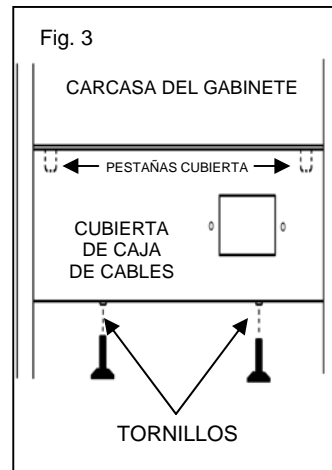

Fig. 3
6. Retire los dos tornillos en la parte inferior de la cubierta de la caja de cableado (Fig. 3). Retire la cubierta. Deje los tornillos y la cubierta a un lado.
6. Retirez les deux vis dans la partie inférieure du couvercle du boîtier de câble (fig. 3). Retirez le couvercle, les vis et mettez de côté.